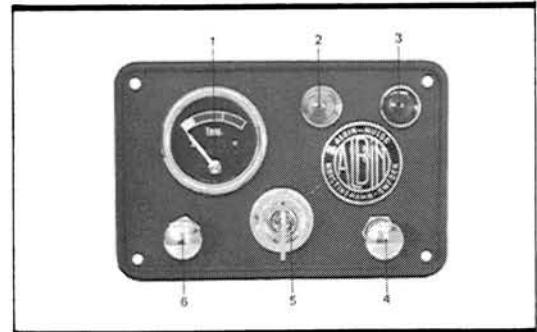
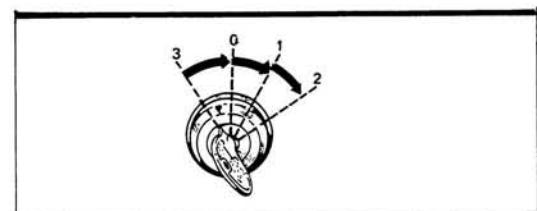

Fig. 5 Instrumenttavla
Fig. 6 Start- och tändningsnyckel
På elstartad motor kontrolleras att varningslamporna för lågt oljetryck och laddningsfel ej lyser (gul respektive röd lampa - se fig 5). Några minuter efter start skall normal driftstemperatur ha uppnåtts (indikering inom gröna fältet på temperaturmätaren).
- 2 Vrid startnyckeln medurs till läge 1 (se fig 6) och kontrollera att varningslamporna för oljetryck och laddning lyser (se fig 5 pos 2 och 3).
- 3 Tryck in nyckeln och vrid medurs tills startmotorn kopplas in (se fig 6 läge 2). Håll nyckeln kvar i detta läge tills motorn startat och
2 Vrid tändningsnyckeln moturs över läge 1 till 0-läget (se fig 6).
OBS! Tändningsnyckeln får ej under någon längre tid (då motorn ej köres) stå i läge 1 (fig 6) - tändspolen kommer då att skadas.